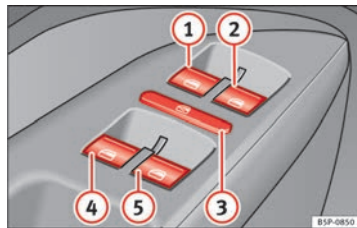

Fig. 65 Detalle de la puerta del conductor: mandos para las ventanillas delanteras y traseras.
Las teclas ⇒ fig. 65 ① y ② tienen dos posiciones para la apertura de las ventanillas y otras dos para el cierre. De este modo es más fácil controlar las operaciones de apertura y cierre.